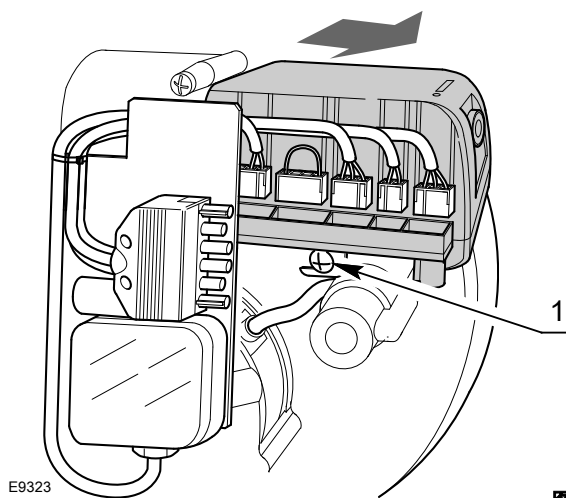

图 19
- 分断所有与之相连的连接器、6 脚插头、高压电缆和地线 (TB)；
- 拧松螺钉 1) (图 19)，朝箭头方向牵拉控制箱。